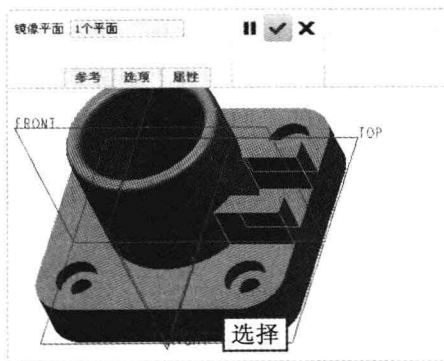

图 18-19 选择镜像平面
Step 04 选择刚创建的拉伸特征，在“功能区”选项板的“模型”选项卡中，单击“工程”面板中的“镜像”按钮 , 弹出“镜像”选项卡，在绘图区选择 RIGHT 基准平面作为镜像平面，如图 18-19 所示。